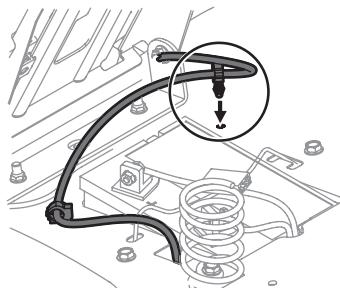

Figure 4
- Faites enclencher l'attache pour retenir l'excédent de fil à l'aile (Figure 4).